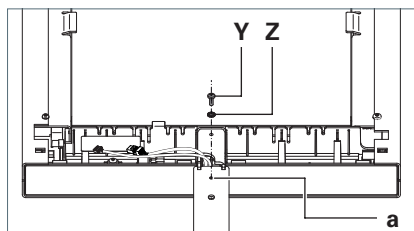

Fig. 12: Fissaggio della testa dell'apparecchio d'illuminazione.
- Avvitare la vite **Y** attraverso la rondella dentellata **Z** nel foro **a** sul tubo di supporto e stringere la vite, vedi Fig. 12.